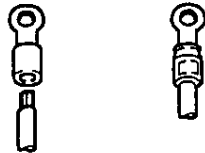

図3.5 圧着端子
- 電源配線および保護接地配線には、絶縁スリーブ圧着端子(4mmねじ用)を使用してください(図3.5参照)。